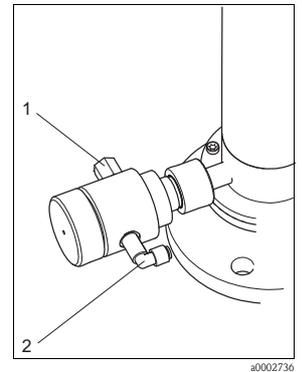

Fig. 19 : Vanne de sortie
2. Vissez la vanne fournie (→ fig. 19) à la sortie inclinée de l'eau de rinçage.